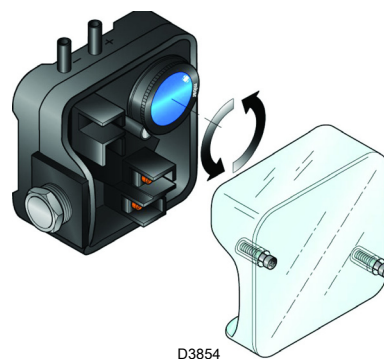

图 24
- 调节燃烧器空气室的风压开关（图 24）至量程的起始位置。
上述调整结束后，开始设定风压开关，此时风压开关应置于量程开始位置（图 24）。使燃烧器以最大出力运行，通过顺时针缓慢旋转压力调节旋钮增大压力直至燃烧器锁定。然后逆时针旋转旋钮设置值的 20%，重新启动燃烧器以确认该数值的正确。如果燃烧器再次锁定，继续沿逆时针方向将旋钮回调一点。